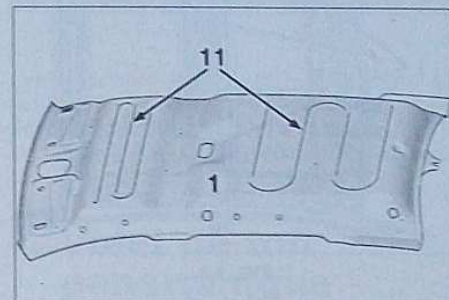

FIG. 51
et la garniture de pavillon (1) (Fig.51).